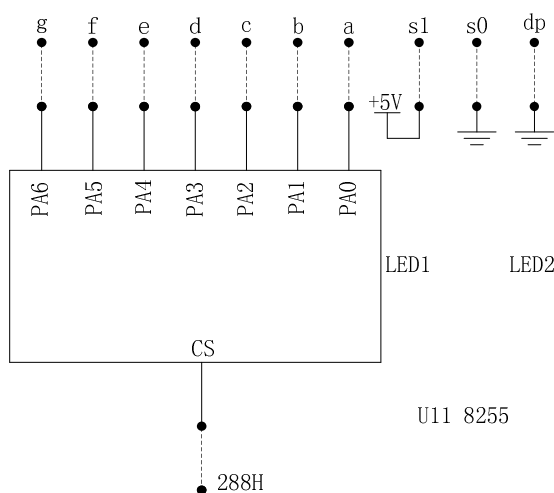

图5-1
- 1、静态显示:按图5-1连接好电路,将8255的A口PA0~PA6分别与七段数码管的段码驱动输入端a~g相连,位码驱动输入端S1接+5V(选中),S0、dp接地(关闭)。编程从键盘输入一位十进制数字(0~9),在七段数码管上显示出来。